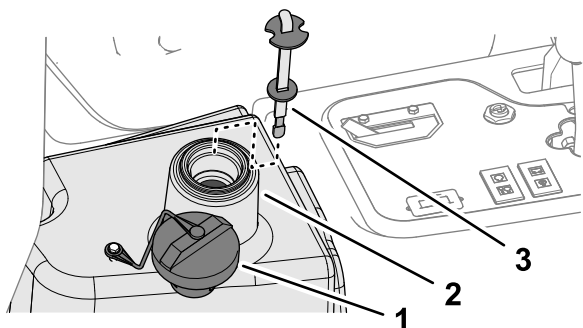

Рисунок 82
2. Очистите зону вокруг заливной горловины и крышки гидравлического бака (Рисунок 82) и снимите крышку.